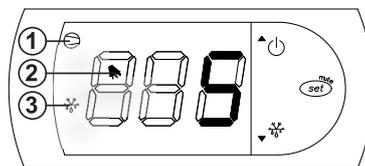

Рис.8
**Установка температурного режима** На дисплее электронного устройства высвечивается фактическая температура. При отображении мигающего параметра «OFF» необходимо удерживать кнопку «ON» более 3с до отображения параметра «ON» и фактической температуры. Рис.8